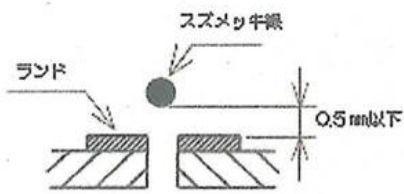

図 15 配線浮き上がり限界
- ⑦以下の部品は、ピンまたはリードを折り曲げず取付ける。
⑧スズメッキ線による配線
- ・配線は基板から浮き上がらないように直線的に行い、浮き上がりの許容差は図 15 に示すとおりとする。